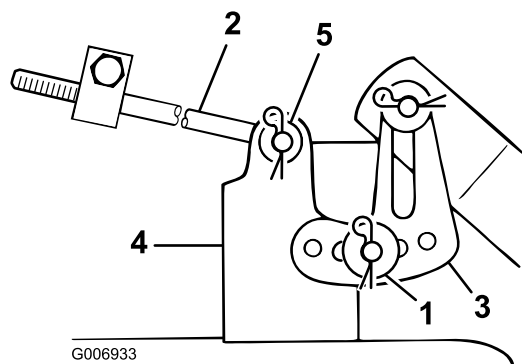

Figure 44
11. Glissez l'extrémité de la longue tige dans le trou du support du plateau (Figure 44).
12. et fixez-la en place au moyen de la rondelle mince et de la goupille fendue (Figure 44).
13. Montez la patte fendue de mise à niveau du plateau de coupe sur l'axe du support du plateau de coupe (Figure 44).
14. Fixez le plateau de coupe au moyen de la rondelle épaisse et de la goupille fendue (Figure 44).